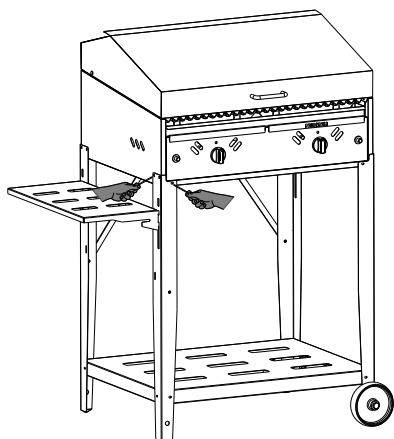

Fig.1
- 4** Fije las 4 patas a la Parrilla Ponderosa Gas 70 con 3 tornillos en cada una (**Fig. 1**).